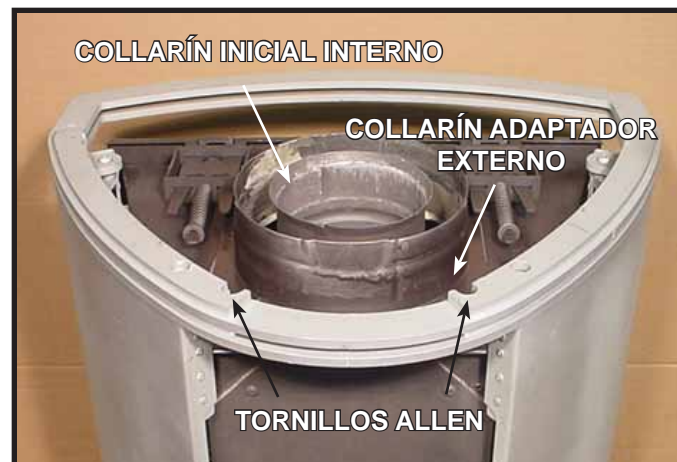

Figura 9.7
4. Retire y conserve el collarín inicial interno que se muestra en la Figura 9.7.